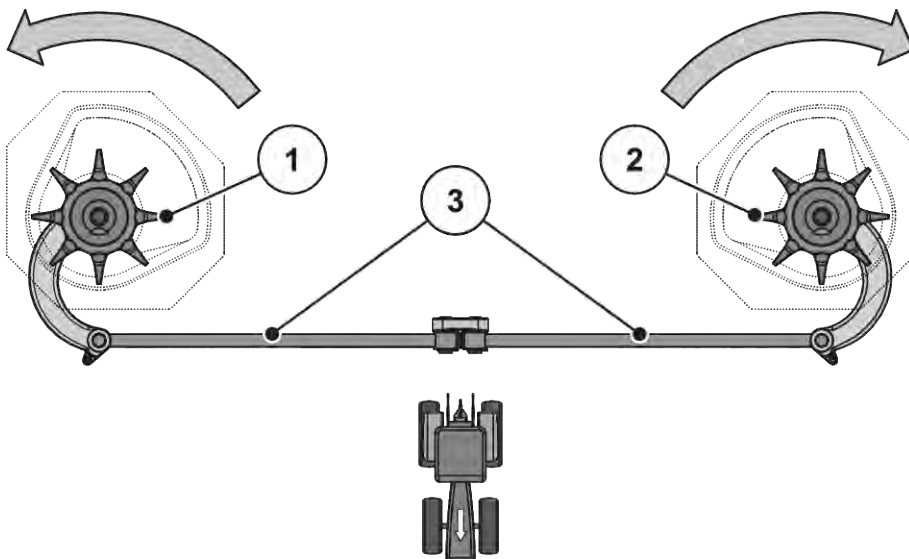

Рис. 56: Проверка привода мешалки
- Поверните рукой головку мешалки **в направлении вращения разбрасывающего диска**. См. Рис. 56 Проверка привода мешалки.
- Поверните головку мешалки с усилием рукой или с помощью ленточного ключа для масляного фильтра **против направления вращения разбрасывающего диска**. См. Рис. 56 Проверка привода мешалки